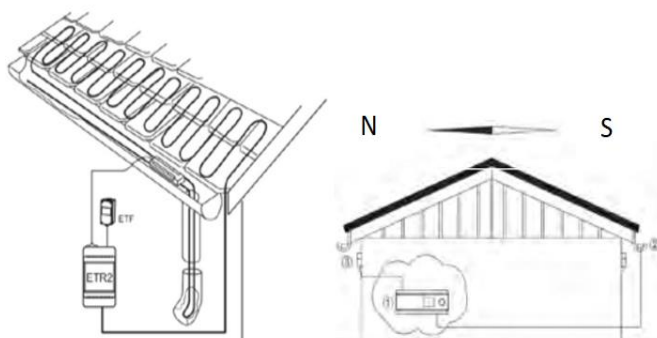

Figura 2. Instalarea senzorilor ETOR-55 și ETF-744
Plasați senzorul în jigheab sau în jigheabul de scurgere de pe partea înșorită dinspre sud a clădirii, a se vedea figura 2 (2). Este important ca apa topită să picure pe contactele de cupru ale senzorului.
Se utilizează în combinație cu detectorul de canal ETOR-55. Senzorul de temperatură ETF-744 trebuie instalat sub streșină, pe peretele fațadei nordice a clădirii, a se vedea figura 2 (3).